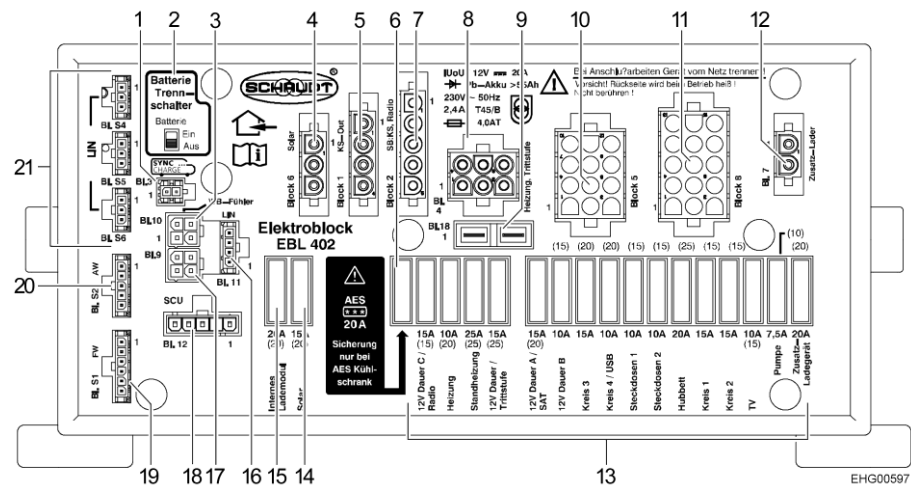

Bild 131 Elektroblock (EBL 402)
- Batterie-Trennschalter (Bild 131,2) am Elektroblock EBL 402 in Stellung "Aus" schieben.
- Batterie-Trennschalter (Bild 131,2) am Elektroblock EBL 402 in Stellung "Ein" schieben.